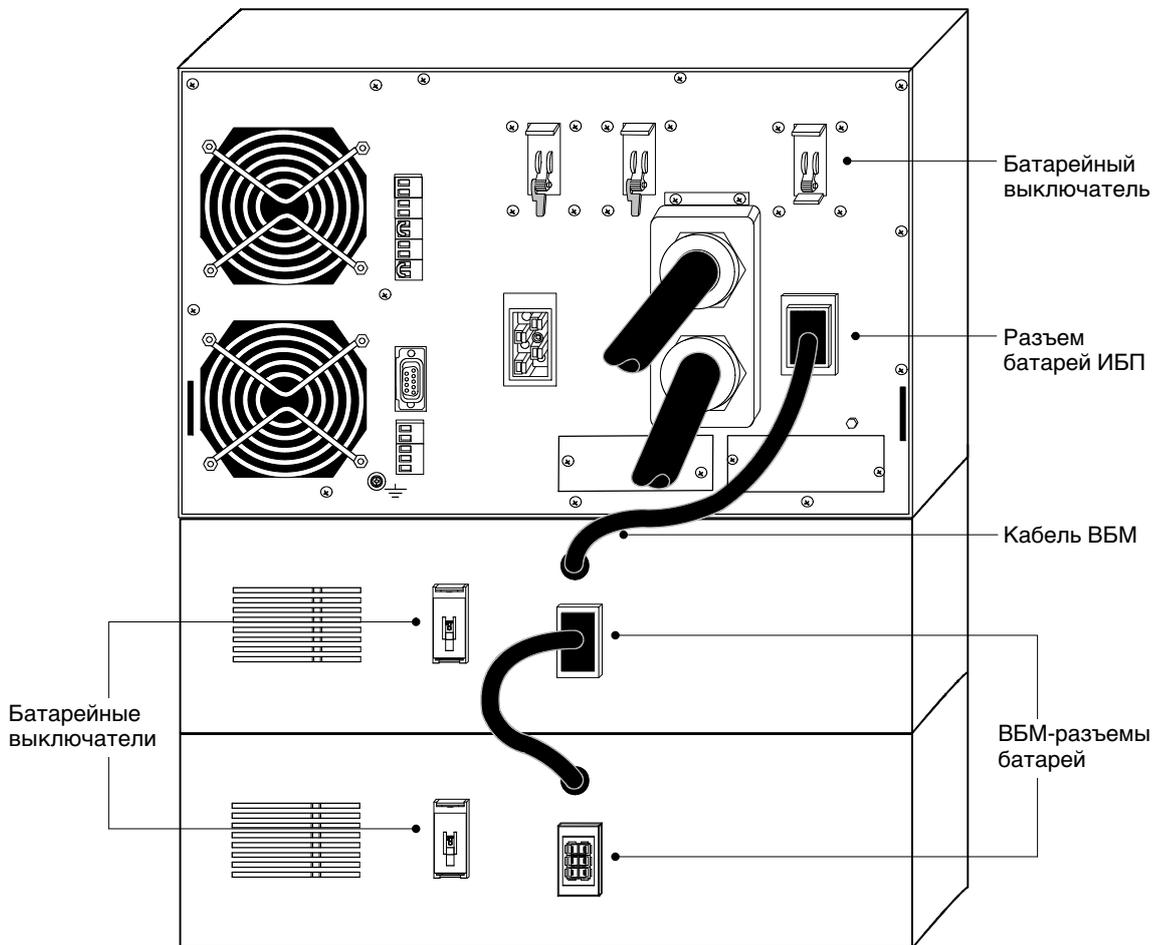

Рисунок 29. Типичная установка ВБМ
1. Убедитесь, что все прерыватели батарейных цепей находятся в положении OFF (O) (см. Рисунок 29).